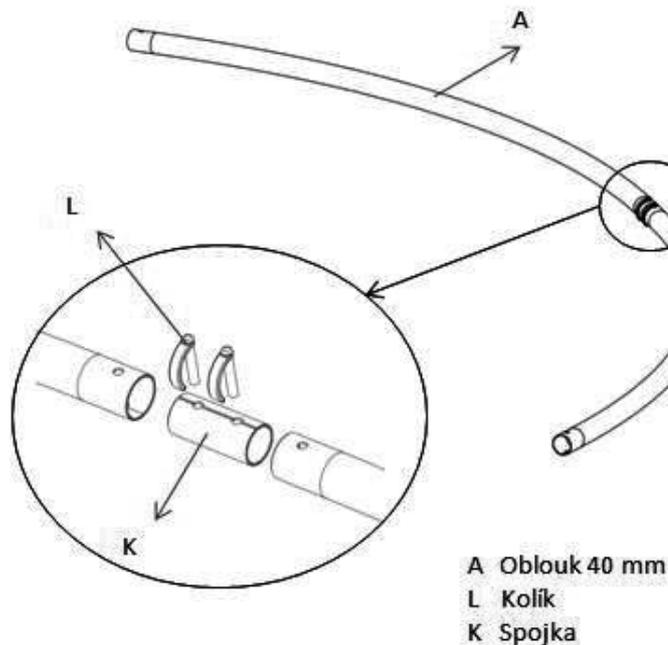

Abbildung 1
Es sind jeweils zwei Bügel (A) ( $\varnothing$  40 mm), zwei Stifte (L) und Verbindungsstück (K) zu nehmen. In einen Bügel ist das Verbindungsstück einzuschieben und gegenseitige Stellung der Bügel ist mit dem Stift zu sichern. An das Verbindungsstück ist der zweite Bügel aufzusetzen und ebenfalls zu sichern. Beide Stifte werden von einer Seite des Verbindungsstücks montiert und Stiftnasen sollen in die Krümmung der Bügel hinein (Abb.1) gerichtet sein. Auf diese Art werden **vier** Halbbügel für die Bedachung – Oval, **oder sechs** Halbbügel für die Bedachung – Oval verlängert, **oder acht** Halbbügel für die Bedachung – Oval 2x verlängert zusammengesetzt.
**Zur Beachtung:** Im Falle der Bedachung 2x verlängert ist jeweils ein glatter Bügel (Nummer 9) und ein Bügel mit Loch (Nummer 25) einzusetzen – siehe Nachtrag auf Seite 19. Bei der Montage wird empfohlen, die in sich einzuschiebende Aluminiumteile mit Vaseline oder einem anderen Schmiermittel zu schmieren, damit sie sich gegenseitig nicht verreiben. Für gegenseitiges Zentrieren der Löcher für Stifte (L) setzen Sie den mitgelieferten Zentrierdorn ein.